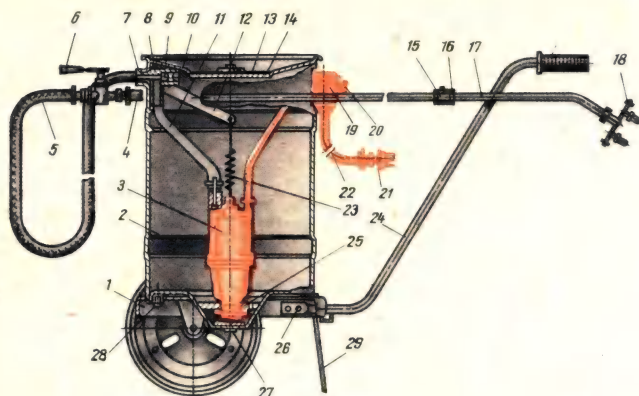

Рис. 19. Электрический опрыскиватель типа ЭОС:
*Опрыскиватели ОЭП-60, ЭОС-3 и ЭОС-5* (рис. 19) состоят из тележки с двумя обрешиненными колесами, на которой расположен бак для рабочей жидкости со съемной крышкой. Внутри бака закреплены электронасос «Малыш», тройник для соединения с напорным шлангом длиной 10 м, выключатель, кабель длиной 40 м с электрическим вилочным соединителем. Садовый электроопрыскиватель типа ЭОС-5 комплектуют кузовом грузоподъемностью до 75 кг, устанавливаемым на шасси ручной тележки. Тележку в период между опрыскиваниями используют для перевозки грузов. Непрерывность работы — 2 ч.